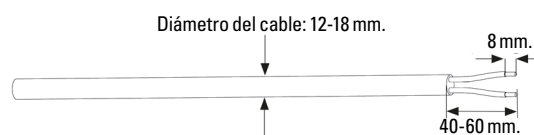

Fig. 57. Pelado de cable AC.
3. Retirar el manguito de aislamiento de la manguera de AC unos 50 mm. y retirar el aislante del extremo de los cables L/N unos 8 mm., tal y como se muestra en la Fig. 57.